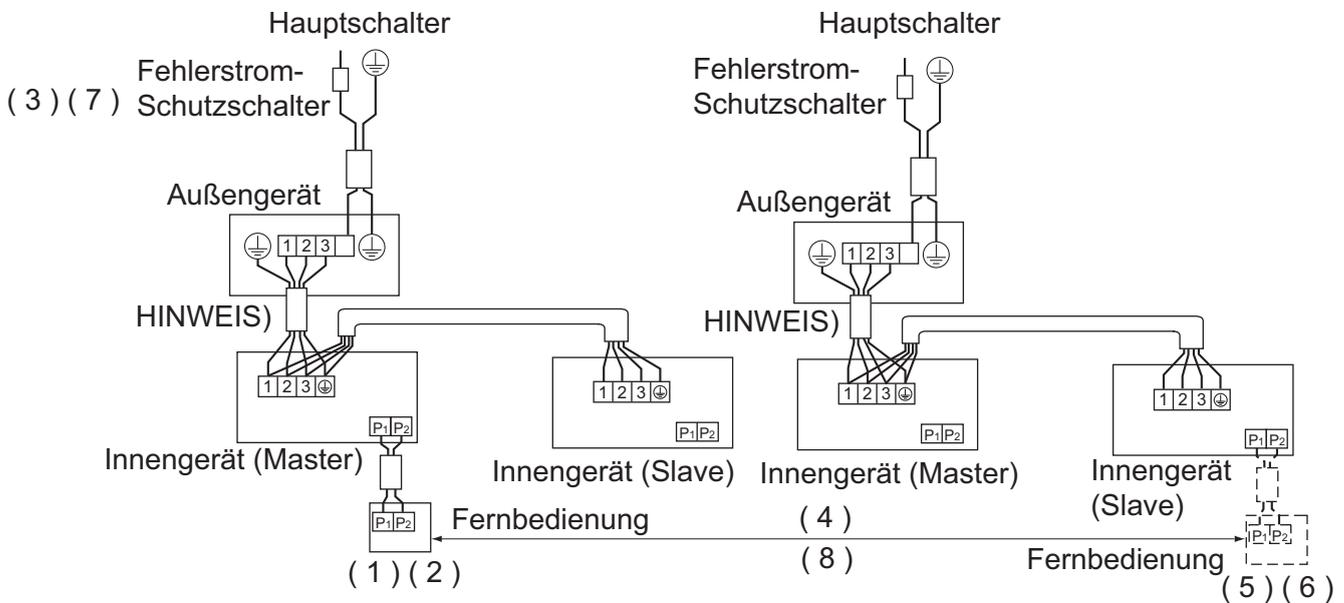

Abb. 29
- Bei der separaten Einstellung des Haupt- und Nebenaggregats folgendermaßen verfahren. (Siehe Abb. 29)
- (1) Die ZWEITE CODE-NR. auf "02" stellen, individuelle Einstellung ändern, damit das Nebenaggregat individuell eingestellt werden kann. (Siehe Tabelle 9)